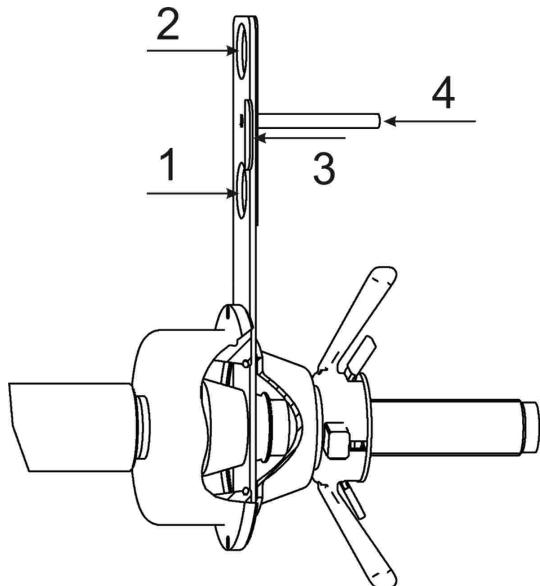

Рисунок 8.2
*По запросу программы вставить наконечник первой линейки в углубление 1, рисунок 8.2 (диаметр 380 мм). Удерживая ее в этом положении, нажать клавишу **ГОТОВО**.*
По запросу программы вставить наконечник первой линейки в углубление 2, рисунок 8.2 (диаметр 580 мм). Удерживая ее в этом положении, нажать клавишу **ГОТОВО ✓**. Отвести первую линейку в исходное положение.